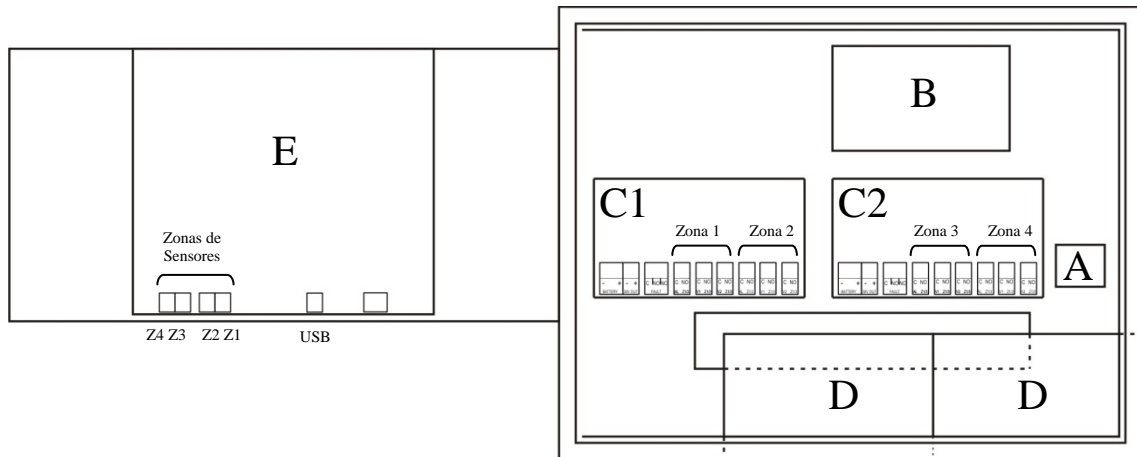
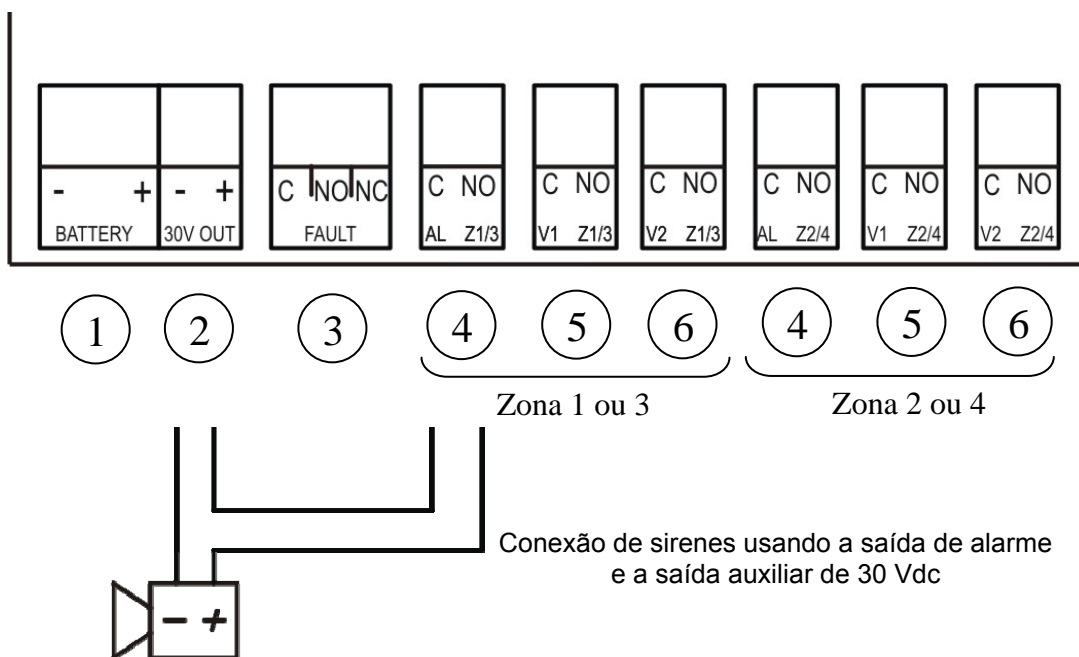

Figura 5: Disposição de elementos na central
Figura 7: Saídas da placa de fonte
Circuito com as regretas de conexão de baterias, ventilações, alarmas, etc, para 1 ou 2 zonas. Nas centrais de 1 ou 2 zonas, é situado na parte inferior do cofre na zona central esquerda (C1 na figura 5). Nas centrais de 3 ou 4 zonas, tem uma segunda placa de fonte situada na zona central direita (C2 na figura 5). A placa de fonte esquerda C1 fica conectada com a fonte comutada. Adicionalmente, se a central dispõe de 2 placas de fonte (C1 e C2), estas também ficam conectadas entre si.
A alimentação da central realiza-se através da regreta A da figura 5 com uma tensão de 110~230V ± 10% 50 – 60 Hz. A conexão deve ser feita por 3 fios de secção mínima de 1,5 mm sendo obrigatória a conexão do cabo a terra ao borne de alimentação da central. O fio da linha passa por um fusível. O consumo máximo numa central é de 70 W. A conexão vai ser feita de acordo com a etiqueta situada na parte inferior do cofre.
No caso de modelos DVB, essa regreta vai ser conectada com as baterias. Só fica ativa na placa C1 (Ver figura 5).
Saída auxiliar de 30 Vdc com capacidade máxima de 1 A. Permite alimentação de dispositivos como por exemplo sirenes (ver figura 7). Esta saída fica protegida por um fusível auto-rearmável e realiza supervisão de tensão, consumo e linha cruzada. Só fica ativa na placa C1 (Ver figura 5).
Saída de contato seco não supervisada de avaria com capacidade de 1 A (30 Vdc – 230 Vac). Só fica ativa na placa C1 (Ver figura 5). Será acionado sempre que ocorra uma avaria no sistema ou não tenha alimentação (o contato Comum-Normalmente aberto (NO) do relé fica curto-circuitado indicando AVARIA). Só fica desativado quando não há nenhuma avaria no sistema e a central é alimentada (o contato Comum-Normalmente aberto (NO) do relé é electricamente aberto).
Saída de contato seco com contato comum (C)-Normalmente aberto (NO) com capacidade de 1 A (30 Vdc – 230 Vac). Corresponde com a saída de alarme da zona 1, 2, 3 ou 4 dependendo da posição na placa, e da placa no cofre (ver figura 5).
Saída de contato seco com contato comum (C)-Normalmente aberto (NO) com capacidade de 1 A (30 Vdc – 230 Vac). Corresponde com a saída de ventilação 1 da zona 1, 2, 3 ou 4 dependendo da posição na placa, e da placa no cofre (ver figura 5).
Saída de contato seco com contato comum (C)-Normalmente aberto (NO), com capacidade de 1 A (30 Vdc – 230 Vac). Corresponde com a saída de ventilação 2 da zona 1, 2, 3 ou 4 dependendo da posição na placa, e da placa no cofre (ver figura 5).